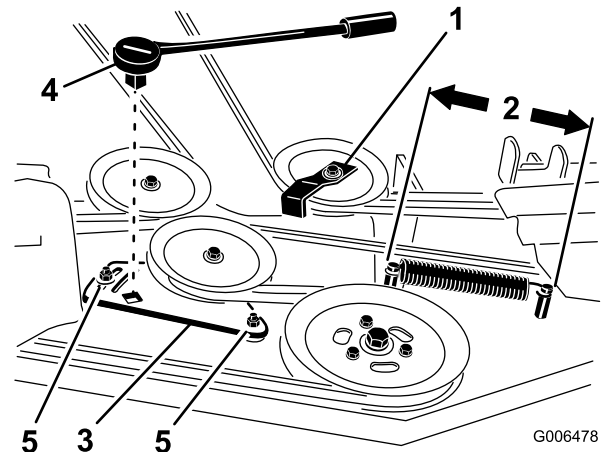

Figure 64
4. Pour les tabliers de 72 pouces, desserrez les boulons de fixation de la plaque de la poulie de tension (Figure 64).
6. Enlevez le guide de courroie de la poulie de tension rappelée par ressort (voir Figure 62 et Figure 64).
9. Montez le guide de courroie sur la poulie de tension rappelée par ressort à un angle de 45 degrés comme illustré à la Figure 62 et Figure 64. Serrez le boulon à un couple de 37 à 45 Nm (27 à 33 pi-lb).
10. Montez le ressort de la poulie de tension sur les deux ergots (Figure 62 et Figure 64).
4. Mesurez la longueur du ressort (Figure 64). Si elle est comprise entre 25,4 et 26 cm (10 et 10-1/4"), d'un ergot à l'autre, aucun réglage n'est nécessaire.
5. Desserrez les boulons de fixation de la plaque du bras de tension (Figure 64).
6. Insérez un manche à rochet ou une barre de levier dans le trou carré de la plaque pour régler la tension (Figure 64).
ressort atteigne 25,4 à 26 cm (10 à 10-1/4") entre les ergots, comme illustré à la Figure 64.
8. Tout en maintenant la courroie tendue, serrez les boulons de fixation de la plaque du bras de tension (Figure 64).